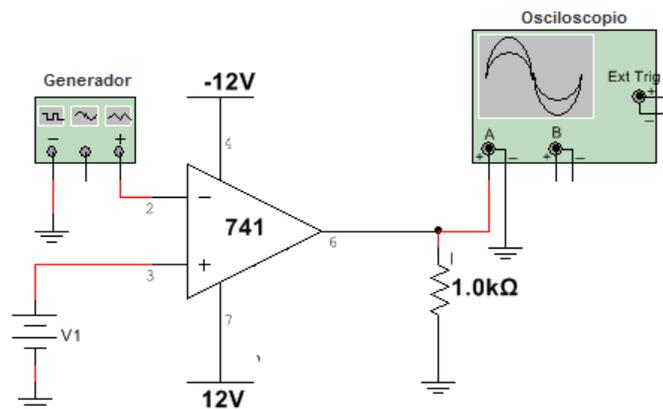

Figura 6.17. Circuito del Experimento 3.
- 3.1 Arme el circuito de la figura 6.17. Polarice el amplificador operacional (LM741) a 12 V . Nota: Verifique sus conexiones antes de energizar